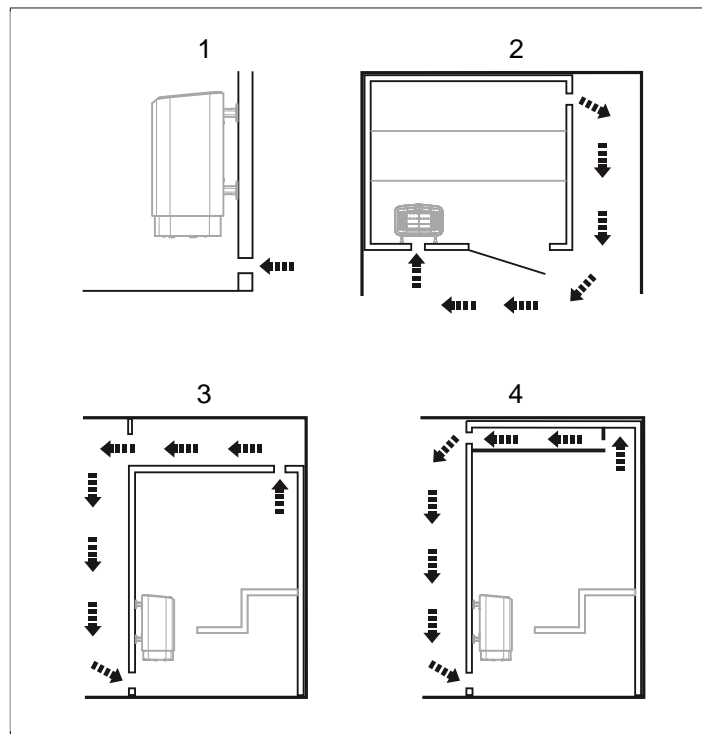

Abb. 6: Position des Zu- und Abluftventils
- Mit größtmöglichem Abstand zum Zuluftventil, z. B. diagonal gegenüber, siehe **Abb. 6**, Seite 3
- Oben an der Wand oder an der Decke, siehe **Abb. 6**, Seite 3